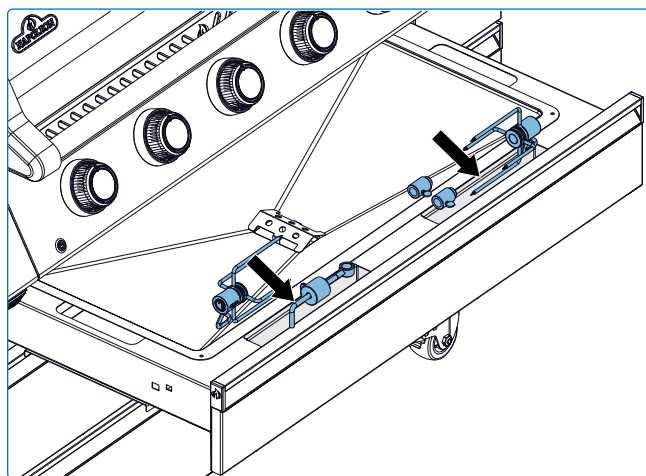
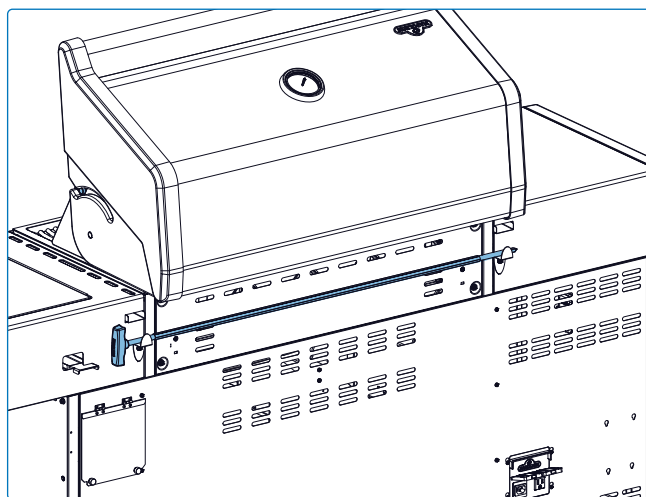

Fig.10
Fig.11
- Guarde los componentes del asador en los clips designados dentro del armario del carrito y la varilla del asador en la parte posterior de la parrilla cuando no los utilice.. Esto los mantiene seguros, protegidos de la intemperie y fáciles de acceder para su próxima cocción. Siempre asegúrese de que las piezas estén limpias y secas antes de guardarlas para evitar la corrosión (**Fig. 10 & Fig.11**).